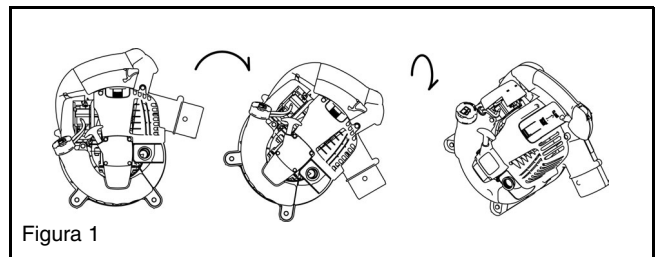
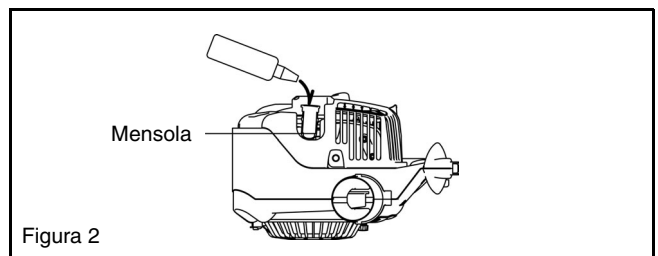

Figura 1
Figura 2
- (1) Mettere la macchina in piano.
- (2) Posizionare l'interruttore arresto sulla posizione "I" (Figura 1).
- (3) Continuare a premere la pompa di avviamento finché il carburante entra nella stessa (Figura 2).
- (1) Verificare che il coperchio del serbatoio sia stretto perfettamente.
- (2) Togliere il coperchio dell'olio.
- (3) Inclinare la macchina nell'ordine mostrato nella Figura 1.
- (4) Orientare la macchina come mostrato nella Figura 2, e rabboccare l'olio nella mensola all'interno del tubo dell'olio.
- (5) Dopo il rifornimento, chiudere fermamente il coperchio dell'olio. Una chiusura insufficiente provocherà una perdita d'olio.
Per aprire il coperchio, mettere le dita sull'impugnatura principale e sulla sporgenza del coperchio della candela (Figura 1). Far scorrere la sporgenza verso la posizione "OPEN" spingendola su (Figura 2).